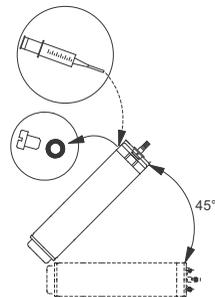

Рис. 4 Положение электродвигателя при заполнении – MS 6000
- Если электродвигатель поставляется со склада, перед началом монтажа необходимо проверить уровень жидкости. См. рис. 4.
- Для выполнения технического обслуживания необходимо проверить уровень жидкости. См. рис. 4.
1. Установите погружной электродвигатель как показано на рис. 4. Резьбовая пробка должна находиться в наивысшей точке электродвигателя.
3. С помощью специального шприца (рис. 4) заливайте в электродвигатель жидкость, пока она не начнёт переливаться через заливочное отверстие.